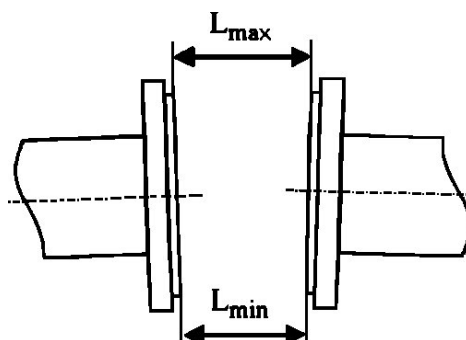

Рисунок 17 - Положение фланцев
- Фланцы трубопровода должны располагаться параллельно относительно друг друга. Максимальное допустимое отклонение: $L_{\max} - L_{\min} \leq 0,5 \text{ мм}$ (см. рис.17).